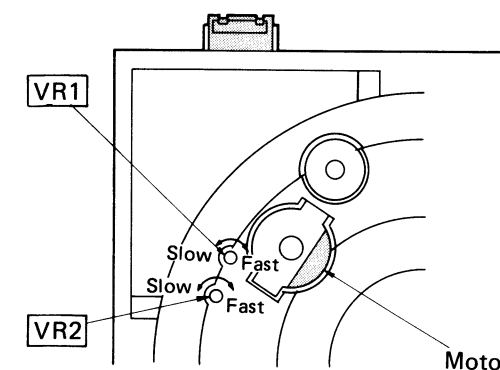

Fig. 16
(See Fig. 16)
7. Eine einfachere Methode besteht darin, VR1 und VR2 nach Entfernen des Plattentellers zu justieren. (Siehe Abb. 16)
7. Comme méthode plus simple, il est possible aussi de régler VR1 et VR2 en retirant le plateau de lecture. (Voir Fig. 16)